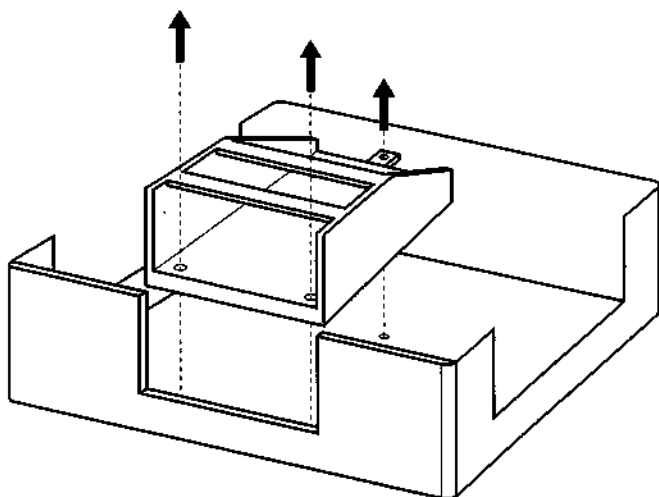

Fig.6
- Die drei Schrauben herauschrauben (siehe Fig. 6).